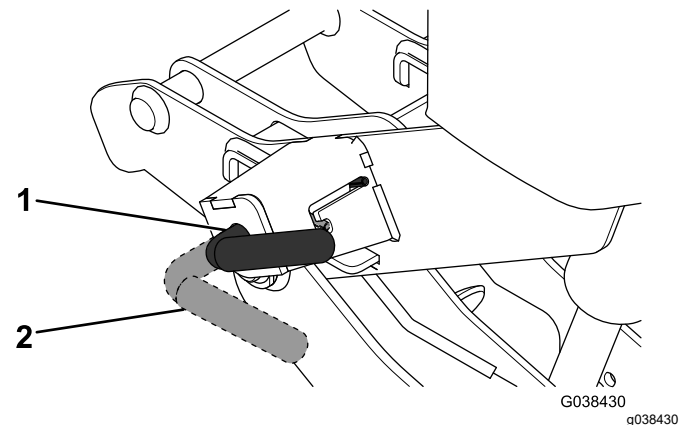

Bild 17
2. Drücken Sie den Kupplungsgriff nach oben, stellen Sie die Hebel an den Kupplungen in die ENTRIEGELN-Stellung (Bild 17).